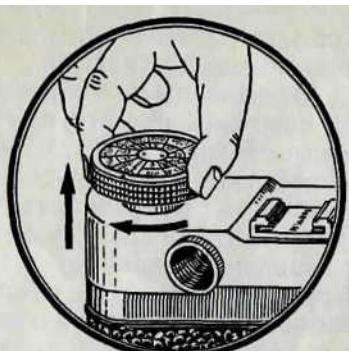

Рис. 14
3. Вращением головки перемотки перемотать пленку в кассету, предварительно оттянув головку вверх, как показано на рис. 14.